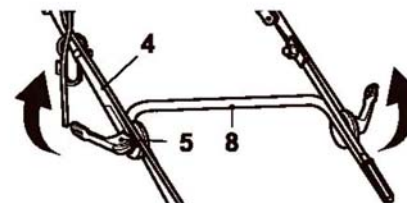

Fig. 1
1. Retirer les kits de fixation (14) du point de fixation de la poignée (15) et les garder à portée de main.
2. Vérifier que les leviers de verrouillage (5) sont libérés, puis déplier la poignée inférieure (8) et la poignée supérieure (4).
4. Poser les poignées supérieure (4) et inférieure (8) sur une surface stable et régulière. Serrer les leviers de verrouillage (5) (Fig. 1).